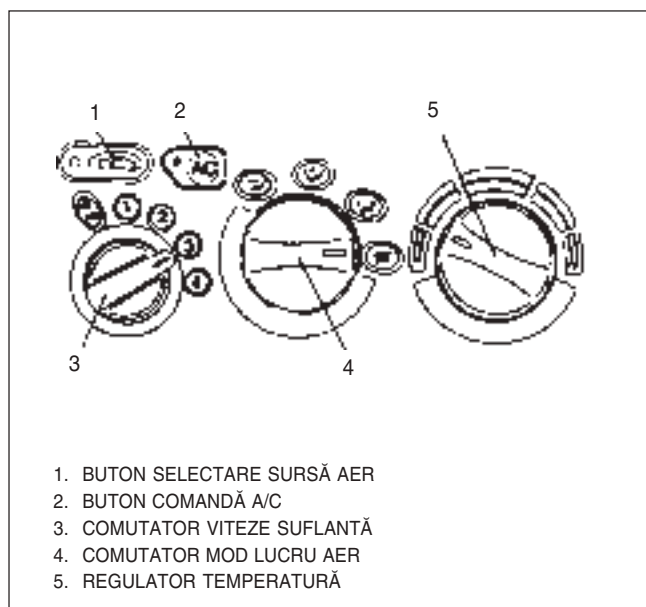

Fig. 1 Panou control aer condiționat
Acest panou (fig1) montat în consolă conține trei butoane de control rotative, și două acționate prin împingere: un buton de control temperatură (5), rotativ, acționat prin cablu, care variază cantitatea de aer exterior amestecat cu aerul încălzit; un buton rotativ de control al modului de lucru (4), care controlează distribuția aerului între parbriz, tabloul de bord și podea și acționează prin vacuum; și un comutator de control rotativ (3) a celor patru viteze ale suflantei; un buton acționat prin împingere (1) întrerupe aerul exterior, când acest întreruptor este apăsat aerul exterior nu intră către habitacul; celălalt buton acționat prin împingere (2) este comutatorul A/C, când acest comutator este apăsat sistemul de aer condiționat este pornit. Dacă comutatorul rotativ de control (3) al suflantei cu patru viteze este pe poziția „OFF”, sistemul de aer condiționat este pe „OFF” indiferent de poziția comutatorului A/C (2).